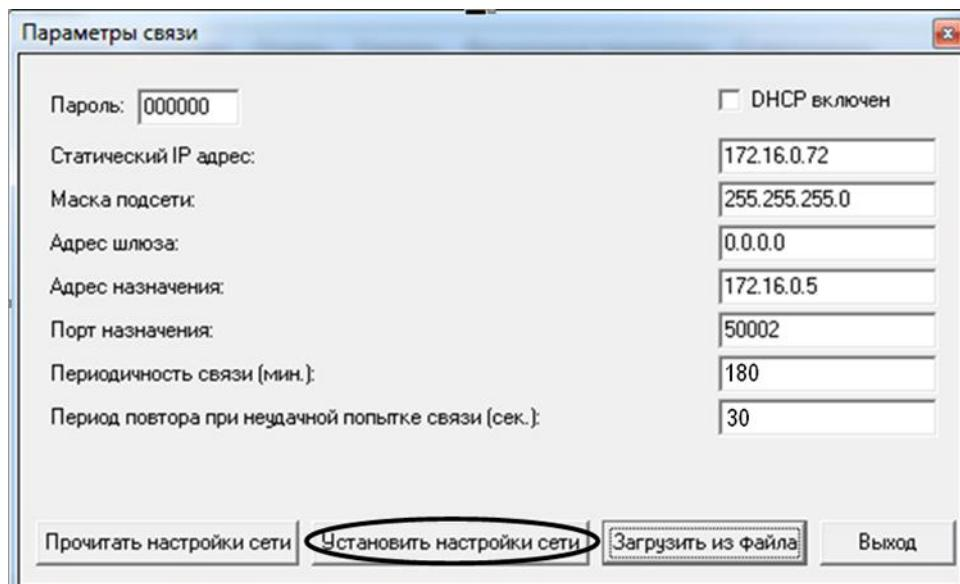

Рисунок 33
6.1.8 У вікні «Параметри связі» з'являться дані із файлу з налаштуваннями (рисунок 33). Для завантаження налаштувань до реєстратора натиснути кнопку «Установить настройки сети».